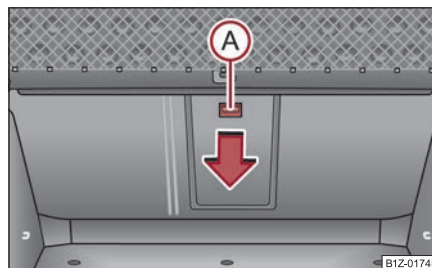

Fig. 130 Maletero: Tecla de
- Empuje la tecla de desbloqueo (A) hacia abajo ⇒ fig. 130 y abata la tapa (con apoyabrazos) hacia delante.